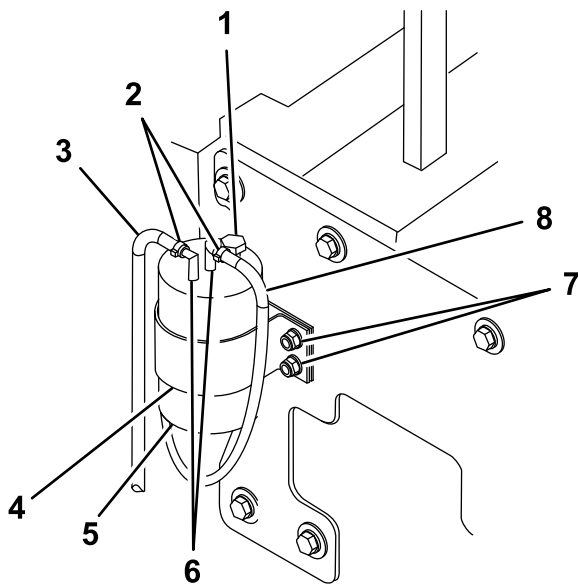

Figura 65
4. Localice el cartucho del filtro de combustible/separador de agua en la parte derecha delantera del protector térmico del depósito de combustible (Figura 65).